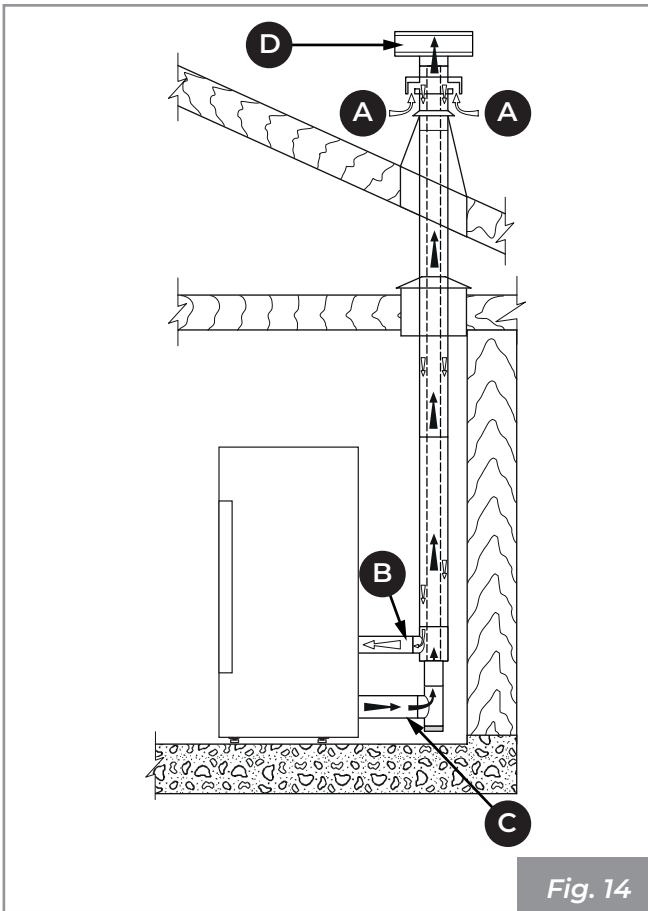
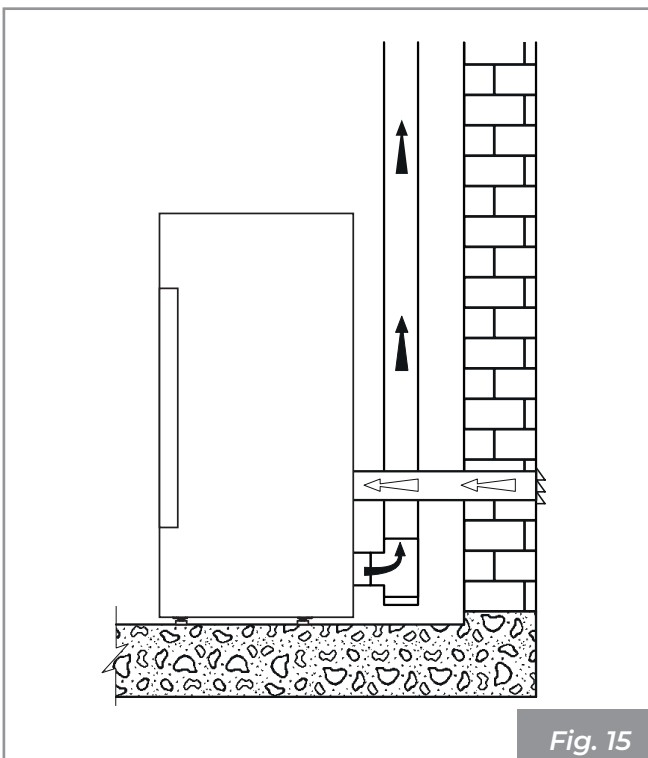

Fig. 14
Fig. 15
- directamente desde el exterior con conexión directa a la cámara de combustión (Fig. 14 - Fig. 15).
- canalizar el aire comburente mediante un tubo de descarga coaxial para la expulsión de los humos y la extracción del aire (Fig. 14 - A, B = Entrada aire, C, D = Salida humos); por lo tanto no es necesario hacer una clásica toma de aire en el local.
- conectar la entrada de aire comburente del aparato a la toma de aire con un conducto adecuado (Fig. 15).